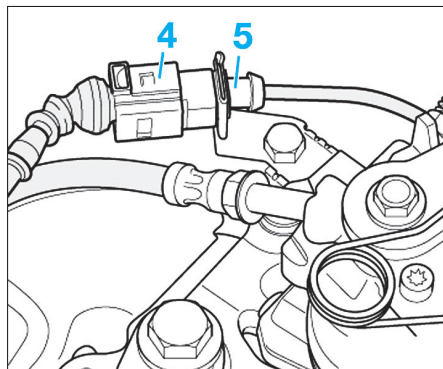

Fig. 16
- Sur les véhicules équipés d'un indicateur d'usure de plaquette de frein débrancher le connecteur (4) (Fig.16).
- Retirer du support la partie inférieure du connecteur (5).